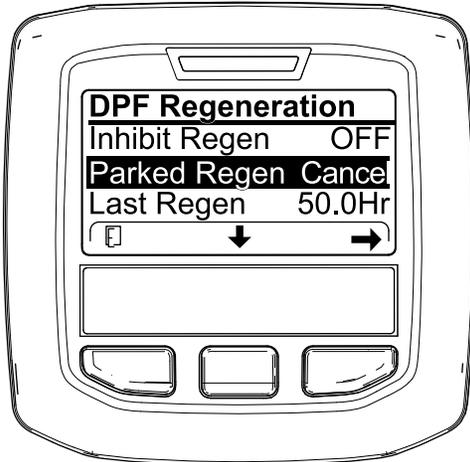

Figura 67
1. Accedete al menu DPF Regeneration (Rigenerazione FAP) (Figura 67).
2. Premete il pulsante centrale per scorrere il menu verso il basso fino all'opzione PARKED REGEN CANCEL (Figura 67) o all'opzione RECOVERY REGEN CANCEL (Figura 68).
3. Premete il pulsante destro per selezionare la voce Cancel relativa alla rigenerazione (Figura 67 o Figura 68).